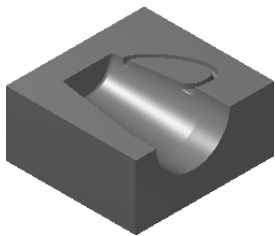

图 21.2 零件模型
Step1. 打开模型。选择文件 D:\ mcx6.11\work\ch21\ CUP_LOWER_MOLD.MCX-6，系统进入加工环境，此时零件模型如图 21.2 所示。